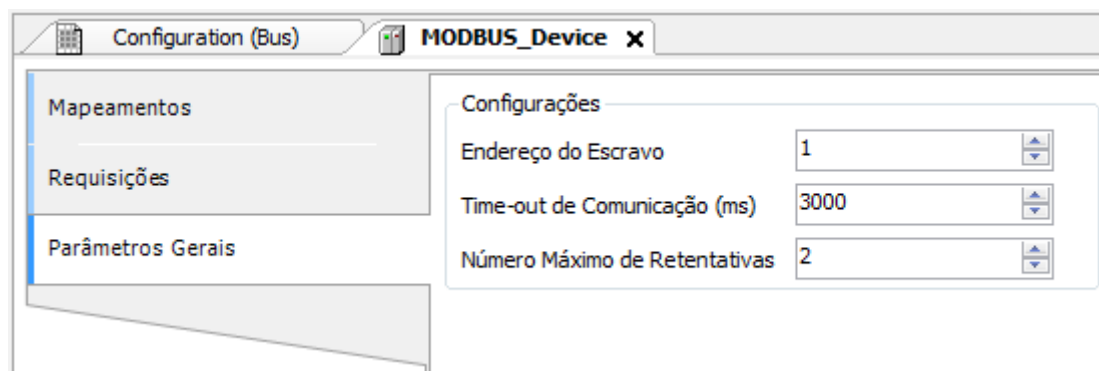

Figura 83: Tela de Configurações dos Parâmetros Gerais do Dispositivo
- Adicionar e configurar dispositivos através da aba Parâmetros Gerais, definindo endereço do escravo, time-out de comunicação e número de tentativas de comunicação como pode ser visto na Figura 83.